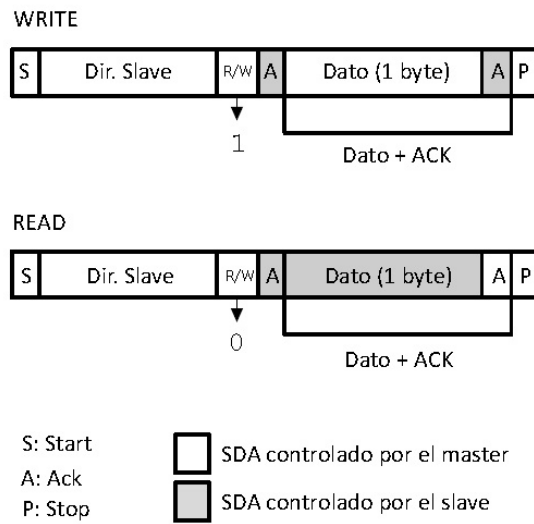

Figura 5.11: Formato de un bloque IIC con un solo byte de datos.
5.10). La figura 5.11 muestra el formato de bloque para un caso sencillo en el que sólo se lee/escribe un byte.